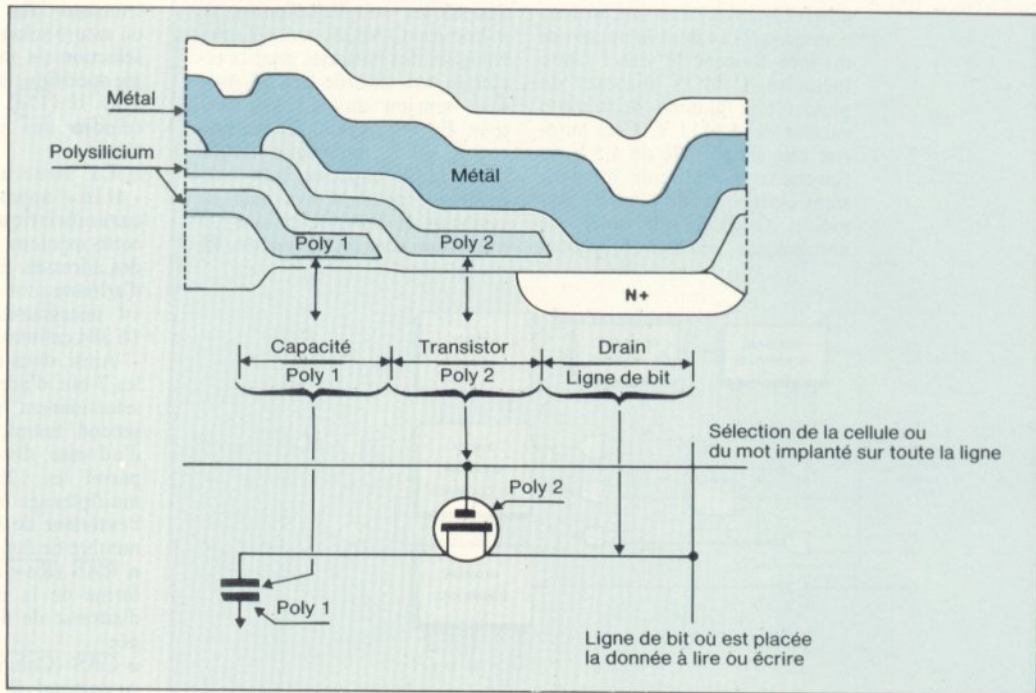

Fig. 19. - Cellule à « transistor unique » utilisée dans la mémoire 4116 de Mostek.
transistor (fig. 19). Il sera bloqué ou saturé selon l'état de la ligne de sélection du mot. Cette technologie spécifique à Mostek se nomme Poly II (TM). Elle permet d'atteindre des taux d'intégration élevés.